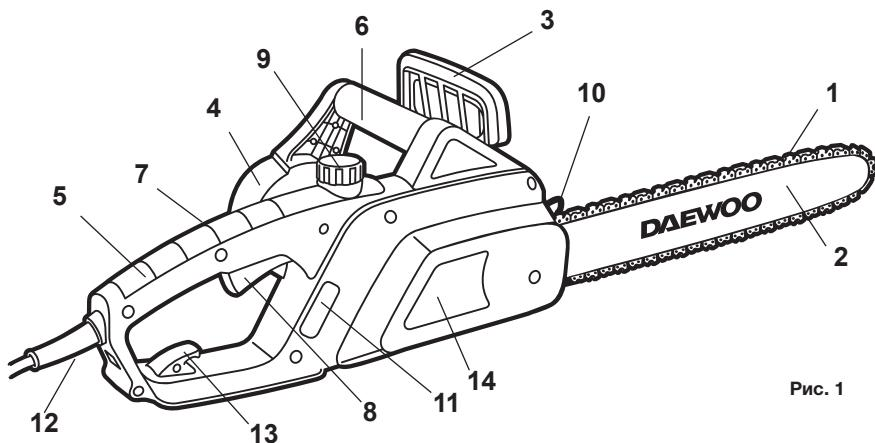
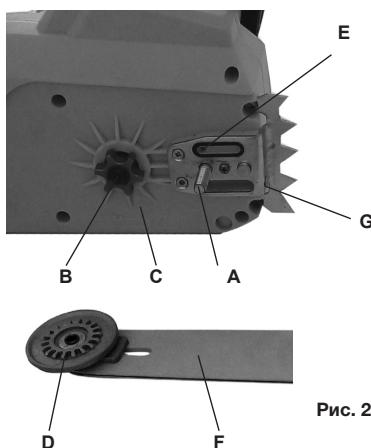

Рис. 1
Рис. 2
- Снимите защитную крышку 14 (Рис. 1)
- Наденьте на шину F (Рис. 2) пильную цепь 1 (Рис. 1), проверив правильность расположения зубьев цепи.
1. Для заполнения масляного бака откройте крышку 9 (Рис.1), при этом следите, чтобы в бак не попала грязь. Заполните бак маслом. Удалите остаток масла с горловины и из внутренней полости крышки. В крышке имеется воздушный клапан при засорении которого насос не работает. Следите, чтобы при эксплуатации пилы этот клапан оставался чистым.
2. Закройте плотно крышку. Во время работы периодически обращайте внимание на уровень масла через окно контроля уровня масла 11 (Рис.1).
В случае, если следов масла не видно, необходимо прочистить в корпусе редуктора выходное отверстие для масла E (Рис.2) и соответствующее отверстие в шине E1.